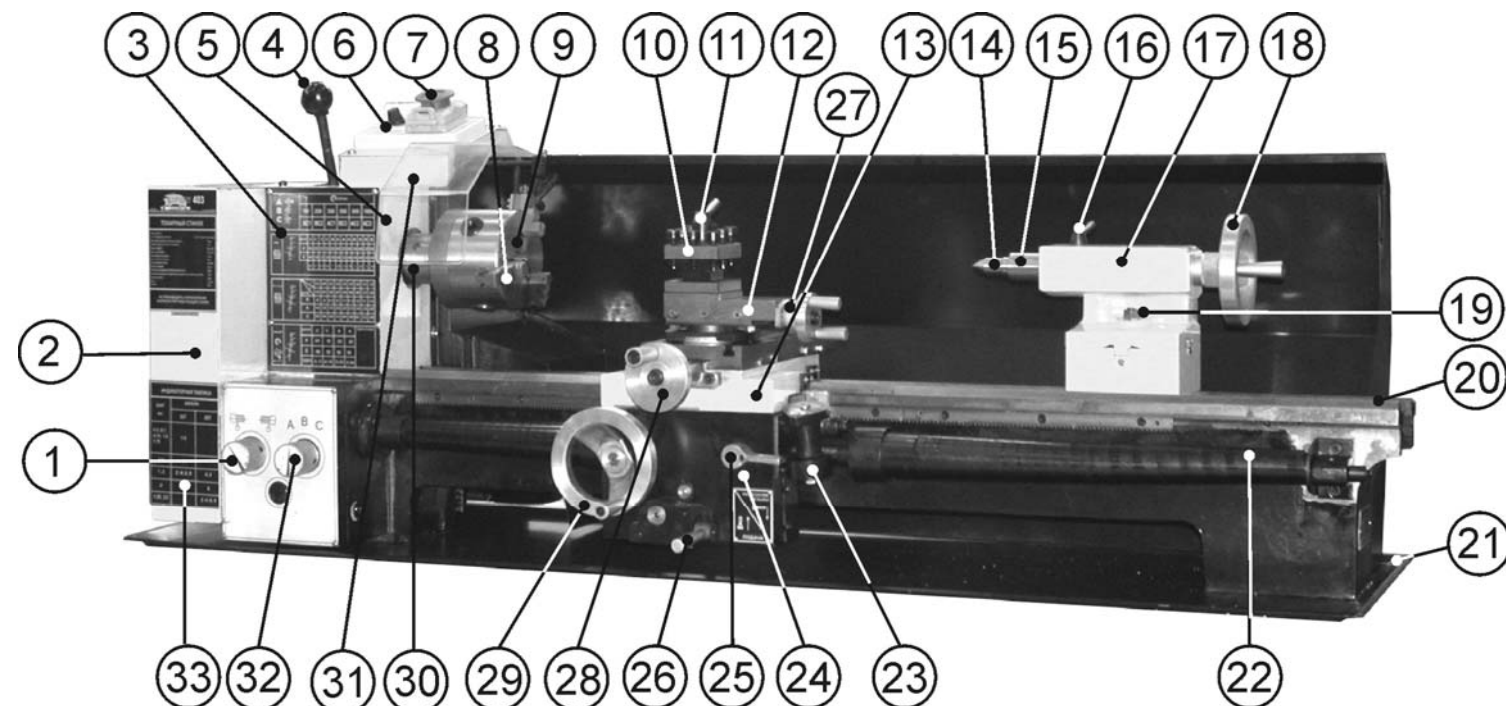

Рис. 2
7.1. Станок состоит из следующих сборочных единиц и деталей (Рис.2)
- 8.4. Установите пластиковую ручку (Ж) с осью ручки (Н), Рис. 1, на маховик подачи поперечного суппорта (28), Рис. 2.
- 8.6. В конус пиноли (15) задней бабки (17) установите центр Морзе №2 (14), Рис. 2.
- 8.7. Установите ручку (Д), Рис. 1б, на рычаг натяжения ремня (4), как показано на Рис. 2.
10.1. Подготовка к работе (Рис. 2)